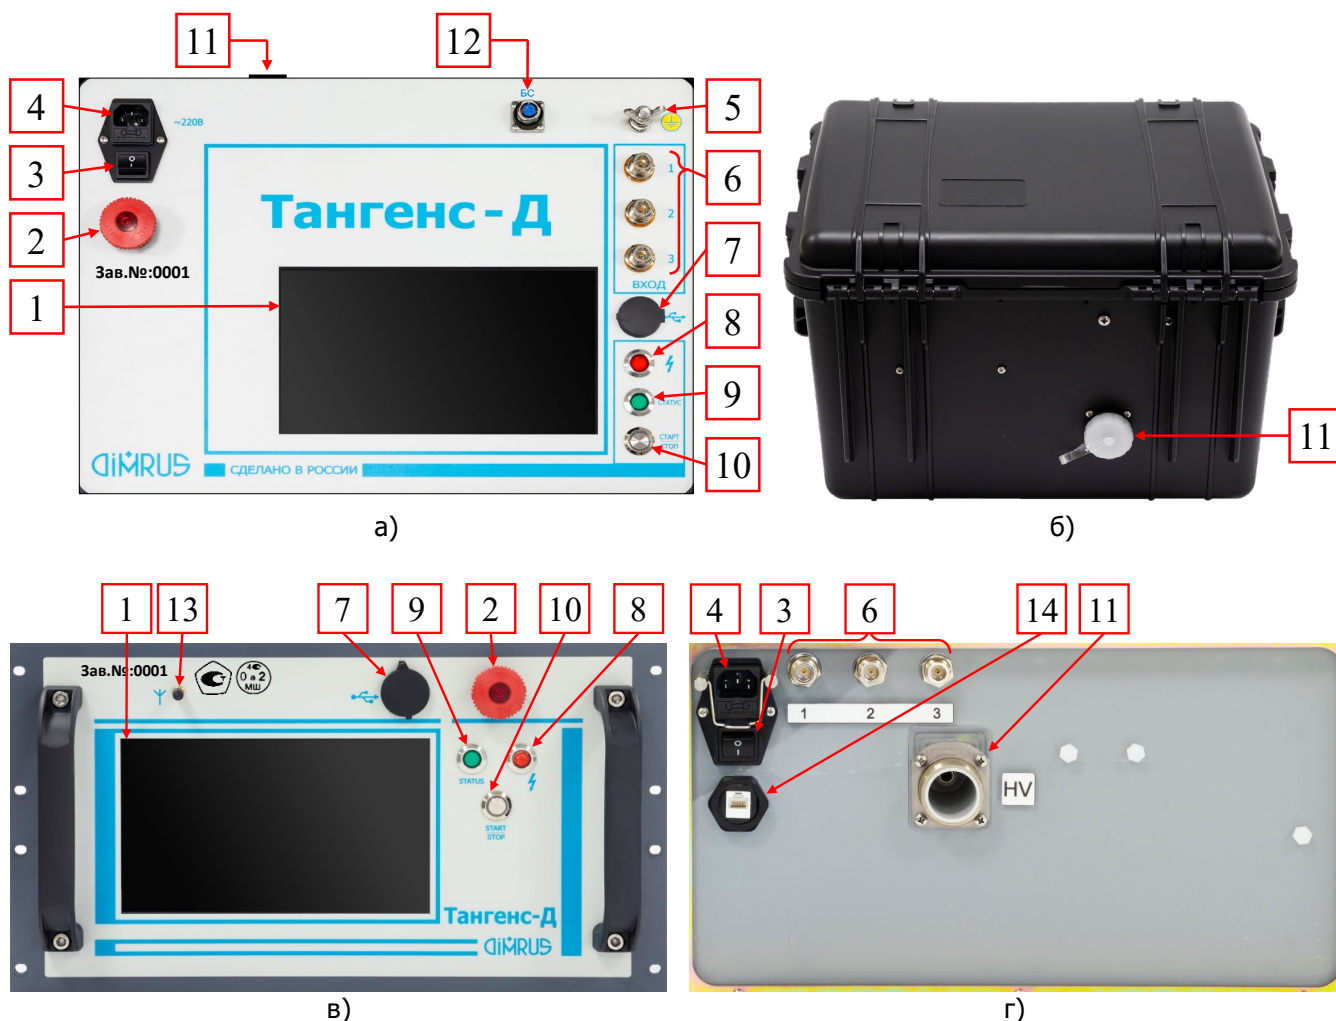

Рисунок 2.1 – Органы управления прибора:
Лицевая панель прибора Тангенс-Д (рисунок 2.1) предназначена для ввода данных и управления процессом испытания.
Ввод данных и управление процессом испытания осуществляется с применением следующих органов управления (рисунок 2.1):
Кнопка аварийного останова (рисунок 2.1, поз. 2) предназначена для использования только в аварийных ситуациях. В стандартном режиме работы испытание можно остановить при помощи кнопки «Start/Stop» или программного обеспечения.
Прибор Тангенс-Д оснащен световыми индикаторами состояния работы и предупреждения для безопасного проведения испытаний, расположенными на лицевой панели, (рисунок 2.1).
Оборудование прибора Тангенс-Д переносного исполнения смонтировано внутри пластмассового кейса, представляя собой единый конструктив, который используется в качестве транспортировочного контейнера в процессе эксплуатации (рисунок 2.1,а). Крышка кейса обеспечивает защиту панели прибора Тангенс-Д от повреждений и воздействия внешних факторов. Внешний ВВ разъем, размещенный на задней стенке кейса (рисунок 2.1,б), имеет винтовую крышку, которая обеспечивает его защиту, в том числе при транспортировке.
Оборудование прибора Тангенс-Д стоечного исполнения смонтировано внутри металлического корпуса, который закрепляется болтовым соединением к основанию стойки, установленной в мобильной (внутри автомобильного фургона) или стационарной (внутри здания) лаборатории (рисунок 2.1, в,г).
- Убедиться, что сетевой выключатель (рисунок 2.1, поз. 3) переносного прибора находится в положении «Выкл».
– Индикатор «STATUS» (рисунок 2.1, поз. 9) должен светиться зеленым цветом, а индикатор подачи напряжения/тока погашен (рисунок 2.1, поз. 8).
(рисунок 2.1, поз. 10) или программного обеспечения .